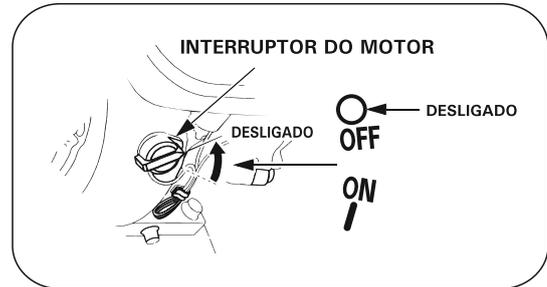

FIG. 09
3. Gire a chave do motor para a posição DESLIGADO. (FIG.09)